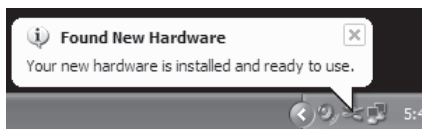

Figure 7
2. Une fois les pilotes installés, un message vous indique que "Le nouveau périphérique est installé et prêt à l'utilisation" (Figure 7). Le message ne s'affiche qu'une fois pour ce port USB.